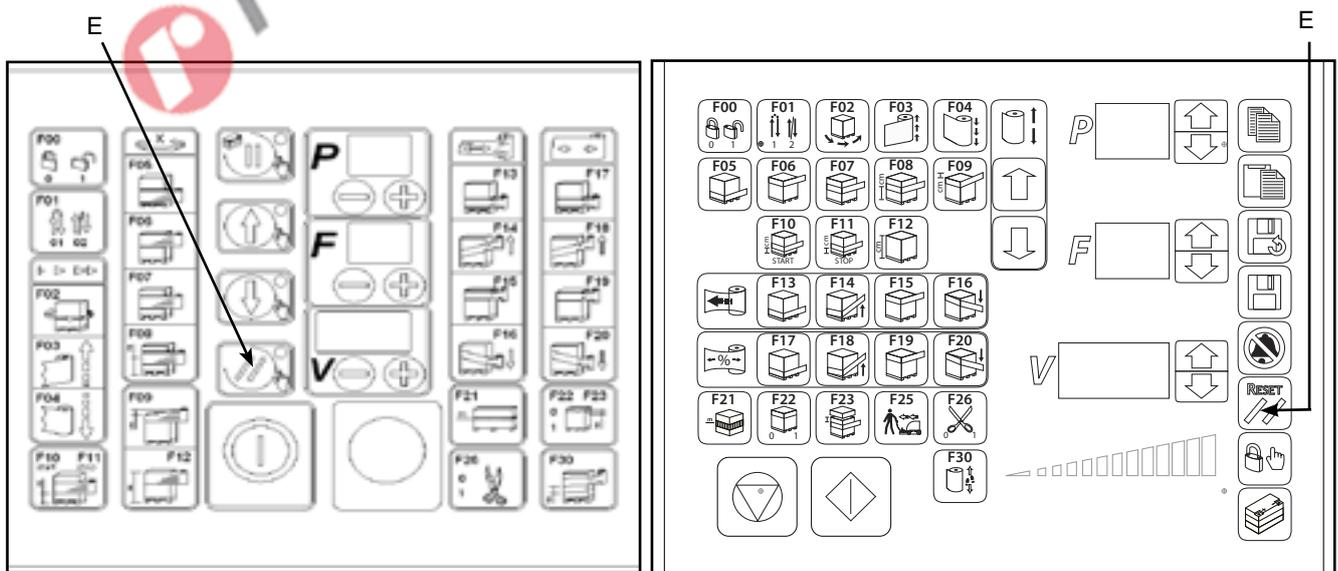

Fig. 5.2
- resettare l'allarme premendo il pulsante RESET (E) (Fig.5.2) del pannello di controllo.
- Réinitialiser l'alarme en appuyant sur le bouton RESET (E) (Fig.5.2) du panneau de commande,